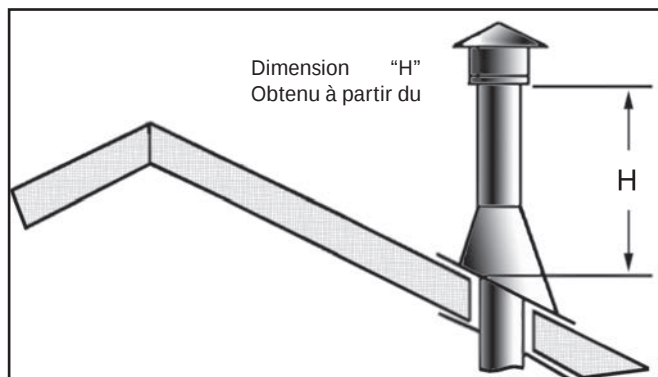

Figure 30: Hauteur de résiliation Vertical; Référence au Tableau 6.
8. Continuez à ajouter des sections de tuyaux jusqu'à la hauteur du bouchon d'évacuation rencontre les exigences minimales du code. Reportez-vous à la Figure 30 et le Tableau 5. Notez que plus la pente du toit, la hauteur de l'évent doit être augmentée. Dans des conditions de vent élevées, la proximité d'arbres, lignes de toitures adjacentes, les toits en pente abrupte et autres facteurs similaires peuvent entraîner un mauvais projet, ou vers le bas la rédaction. Dans ces cas, l'augmentation de la hauteur du dégagement peut résoudre le problème.
Tableau 5: Minimum "H" de la Figure 30.